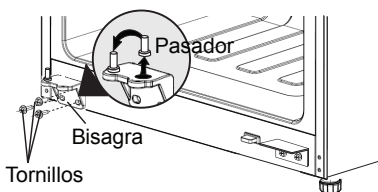

Figura 7
7. Desatornille el pasador de la bisagra inferior y páselo al orificio roscado del lado opuesto. (Consulte la Figura 7). Instale de nuevo la bisagra inferior en la esquina izquierda del armario utilizando los mismos tres tornillos que se retiraron en el paso 6.